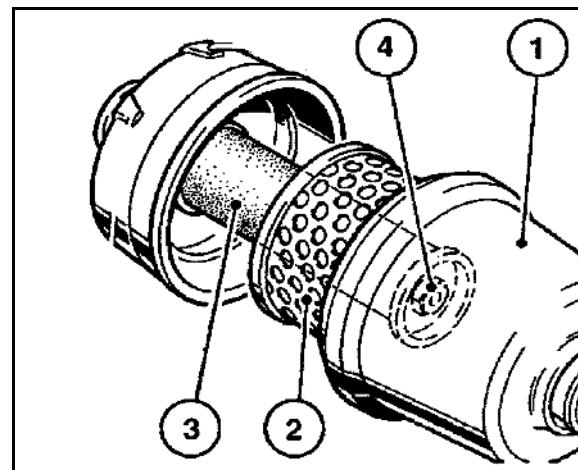

Fig. 165
2. Smøreoliefilterpatronen (Fig. 165/5) løsnes og skrues af med et almindeligt værktøj.